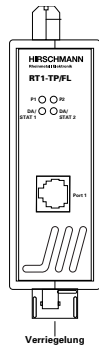

Abb. 7: Demontage des RT1-TP/FL
- Hängen Sie die oberen Rasthaken des RT1-TP/FL in die Hutschiene ein, fahren Sie mit einem Schraubendreher waagrecht unterhalb des Gehäuses in den Verriegelungsschieber und ziehen diesen nach unten (vgl. Abb. 7, Demontage) und drücken Sie die Unterseite des
Um den RT1-TP/FL von der Hutschiene zu demontieren, fahren Sie mit einem Schraubendreher waagrecht unterhalb des Gehäuses in den Verriegelungsschieber, ziehen diesen – ohne den Schraubendreher zu kippen – nach unten und klappen den RT1-TP/FL nach oben (Abb. 7).